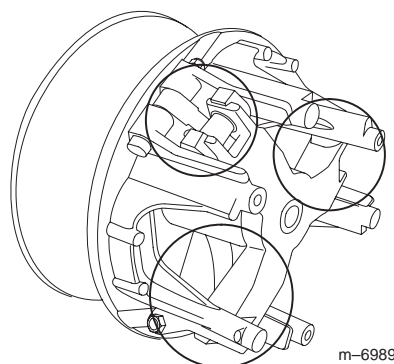

Figure 31
5. Lubrifiez les pièces mobiles aux endroits indiqués par des cercles sur la Figure 31 avec du lubrifiant sec en aérosol Toro, disponible auprès des concessionnaires ou distributeurs Toro agréés.